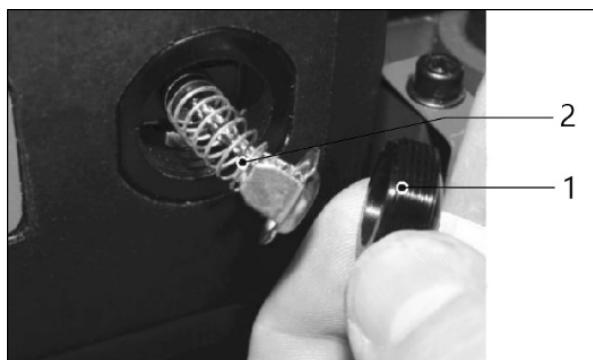

Рисунок 11.
- ослабьте крепление щёткодержателя **1** (рис. 11) и осторожно выньте щётки из двигателя;